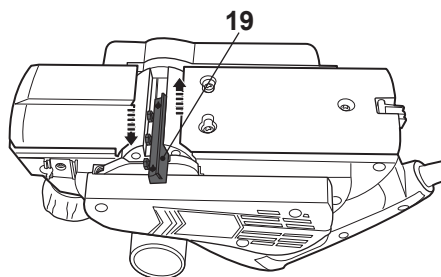

Fig. 17
- > Pressione a proteção para baixo (24) e mantenha-a nesta posição.
- > Deslize a lâmina (19) entre o elemento de fixação da lâmina (23) e o rolo porta-lâminas (21) (Fig. 17). Certifique-se de que a orientação da lâmina é correta e de que está centrada.
- > Aperte os pernos hexagonais (20) para a direita até que a lâmina (19) fique completamente fixa.